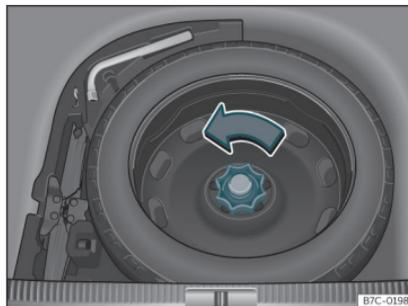

Fig. 197 Dans le coffre à bagages : plancher de chargement soulevé.
- Tournez la molette dans le sens inverse des aiguilles d'une montre»» fig. 197 .